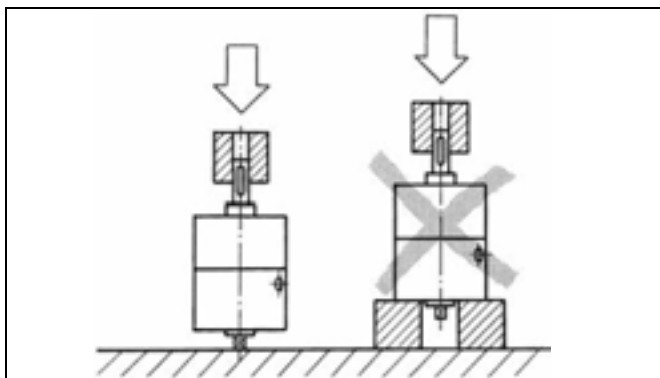

Fig. 4: Carico direttamente sull'albero
- ▶ Se viene applicato un carico sull'albero dell'attuatore rotante, la forza sviluppata deve essere assorbita dall'albero stesso. Ved. Fig. 4.